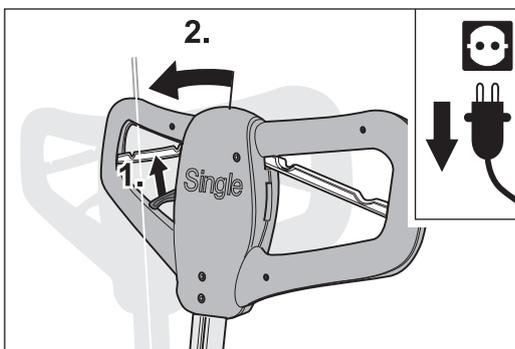

Abb. 31 Ziehen des Verstellhebels um die Verriegelung zu lösen (1.) und hochstellen des Stiels bis zum Anschlag (2.).
- 2 Ziehen Sie den Verstellhebel am Griff zu sich, um die Verriegelung des Stiels zu lösen und stellen Sie den Stiel über die senkrechte Position hinaus bis auf Anschlag (Abb. 31).**